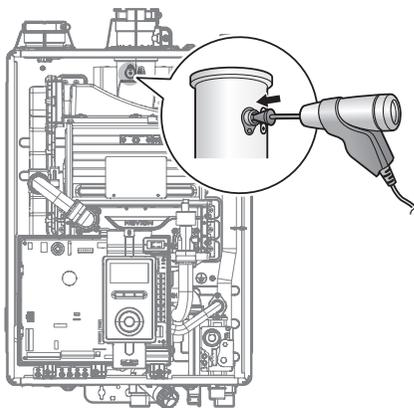

Figure 7. Insertion de l'analyseur
- b. Insérez l'analyseur dans le port (Figure 7).